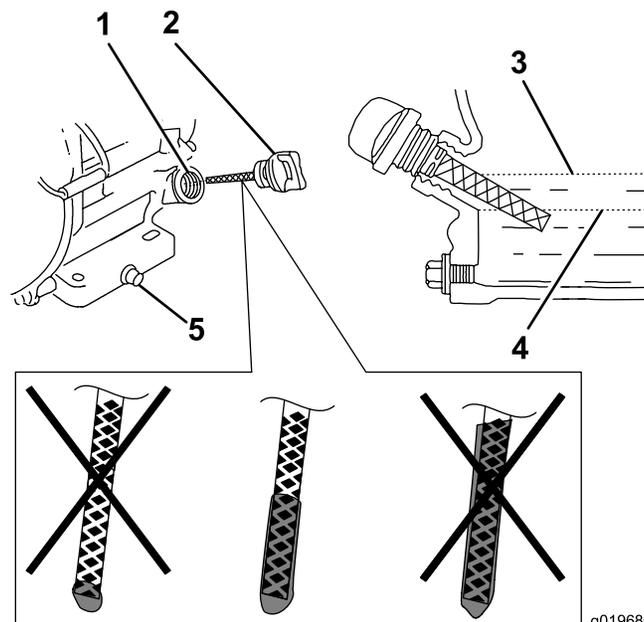

Figure 18
3. Nettoyez la surface autour du bouchon de remplissage-jauge de niveau d'huile (Figure 18).
4. Dévissez le bouchon de remplissage-jauge de niveau d'huile (Figure 18) et retirez-le.
Remarque: Si le niveau d'huile est près ou en dessous du repère inférieur sur la jauge, ajoutez juste assez de l'huile spécifiée pour faire monter le niveau jusqu'au repère supérieur (base de l'orifice de remplissage); voir Figure 18.
7. Contrôlez le niveau d'huile (Figure 18).
8. Remettez en place le bouchon de remplissage-jauge de niveau d'huile et essuyez l'huile éventuellement répandue (Figure 18).
4. Remplissez le carter moteur de l'huile spécifiée; voir la Figure 18 à la rubrique Contrôle du niveau d'huile moteur (page 22).